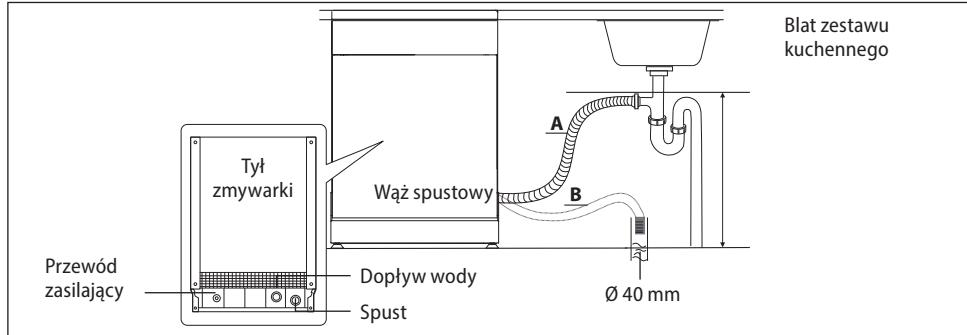

Rys. 18
4. Podłącz węża dopływowego do dopływu zimnej wody, jak pokazano na Rys. 18.
- Węza dopływowego podłącz do kurka wodociągowego z gwintem 3/4" (Rys. 18). Uważaj, aby wąż dopływy nie był zgięty, zacięty lub spleciony.